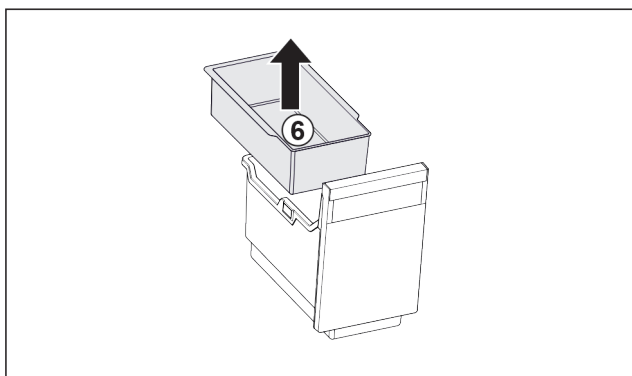

Fig. 124
- ▶ Retirer le Fig. 124 (6) balconnet pour glaçons.